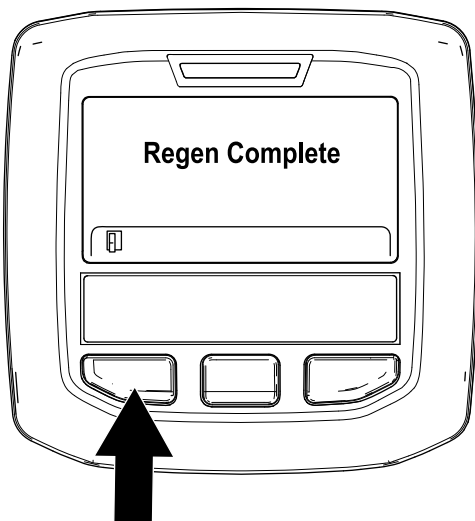

図 41
9. 駐車再生が終了すると、インフォセンターに Regen Complete と表示される。左ボタンを押してホーム画面に戻る 図 41。